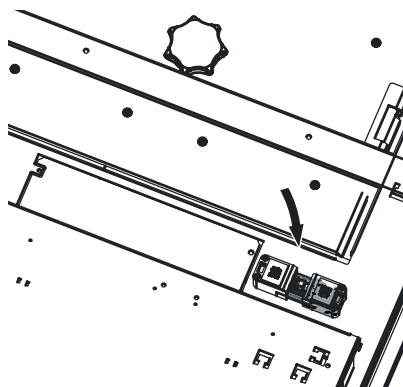

Fig. 48 Débrancher la fiche secteur de l'appareil
► C'est pourquoi il faut absolument mettre la chaudière hors tension lors de travaux de nettoyage ou de réparation (par ex. en débranchant la fiche de secteur) – Fig. 48.
- ▶ C'est pourquoi il faut absolument mettre la chaudière hors tension lors de travaux de nettoyage ou de réparation (par ex. en débranchant la fiche de secteur) – Fig. 48.
- ▶ Brancher la fiche secteur de l'appareil – Fig. 48.